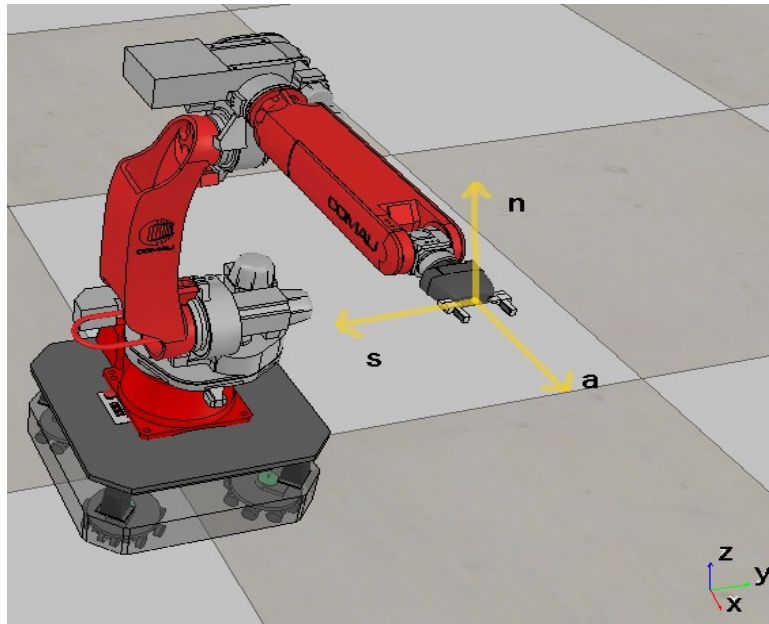
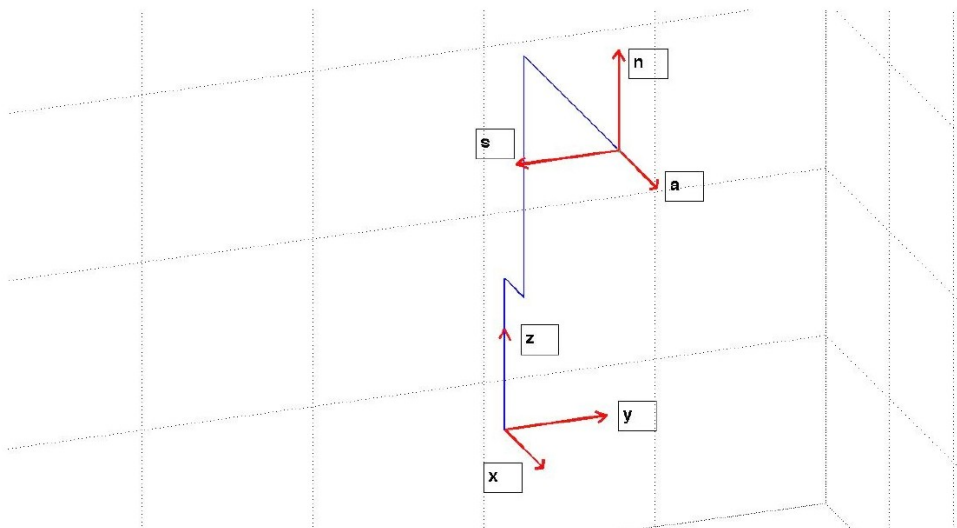

Figura 2. Manipolatore in V-REP con evidenziate la terna end-effector (in giallo) e la terna mondo (in basso a destra)
Figura 3. Manipolatore in V-REP con evidenziate la terna 0 (in rosso in basso) e la terna n (in rosso in alto).
- **Posizione Terna Base** La *terna base* coincide con quella della scena in VREP ed è mostrata in basso a destra in Figura 2. Rispetto ad essa, l'origine della *terna 0* del manipolatore (in rosso in basso in Figura 3) si trova in (0, 0, 0.2985) m. Mentre la posizione della *terna 0* relativa alla base mobile si trova in (0, 0, 0) m. Questi valori fanno riferimento alla configurazione iniziale.
- **Orientamento Terna base.** La *terna base* è orientata come mostrato in Figura 2 (in basso a destra) in cui il *manipolatore è in configurazione di calibrazione*. Gli orientamenti della *terna 0* del manipolatore (in rosso in Figura 3) e della *terna 0* relativa alla base mobile coincidono con quello della *terna base*.
- La *terna end-effector* (pinza a due dita) è orientata come in Figura 2 *quando il robot è nella sua configurazione iniziale*.
- La matrice di roto-traslazione fra la *terna flangia* (*terna n* in rosso in alto in Figura 3) e la *terna end-effector* (*terna end-effector (e)*) è (la posizione è in m):